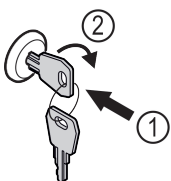

Fig. 91 Ilustrační zobrazení
- ▶ Klíč zasuňte dovnitř Fig. 91 (1).
- ▶ Otáčejte klíčem o 90° ve směru hodinových ručiček Fig. 91 (2).